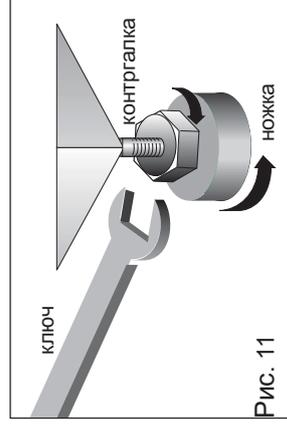

Рис. 11
- Защитить ножки при помощи контргаяк (рис. 11)